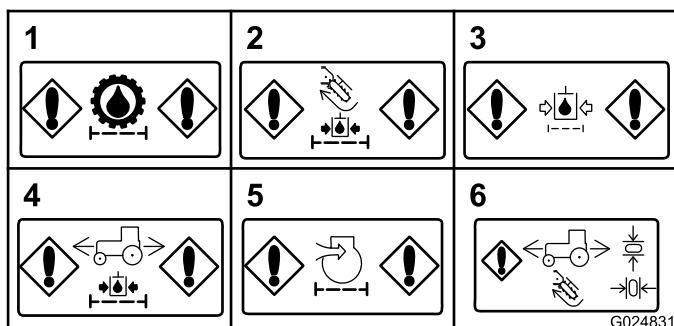

Рисунок 33
- **Засорение фильтра линии нагнетания гидросистемы (трансмиссия)** – Это сообщение появляется при засорении фильтра линии нагнетания гидросистемы для трансмиссии (Рисунок 33).
- **Засорение фильтра линии нагнетания гидросистемы (принадлежности)** – Это сообщение появляется при засорении фильтра линии нагнетания гидросистемы для принадлежностей (Рисунок 33).
– это сообщение появляется при засорении фильтра линии возврата гидросистемы (Рисунок 33).
- **Засорение фильтра линии нагнетания гидросистемы (тяговый двигатель)** – Это сообщение появляется при засорении фильтра линии нагнетания для тягового двигателя (Рисунок 33).
– Это сообщение появляется, если требуется техобслуживание воздушного фильтра (Рисунок 33).
– Этот индикатор появляется, если вы попытаетесь выполнить операцию, для которой необходимо вернуть джойстик или педаль тяги в положение «Нейтральное». Верните джойстик или педаль тяги в положение «Нейтральное», прежде чем продолжить работу (Рисунок 33).